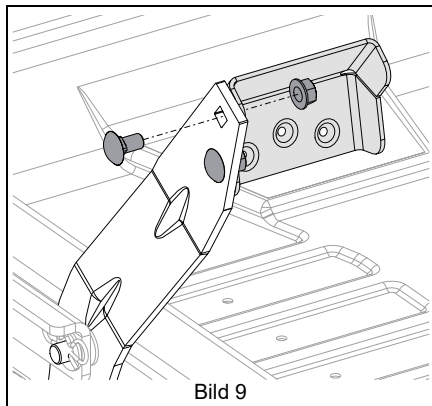

Bild 9
Se Bild 9.
2. Vänd pedalen som i Bild 9 och skruva fast den på maskinen med skruvarna som togs bort i steg 1.